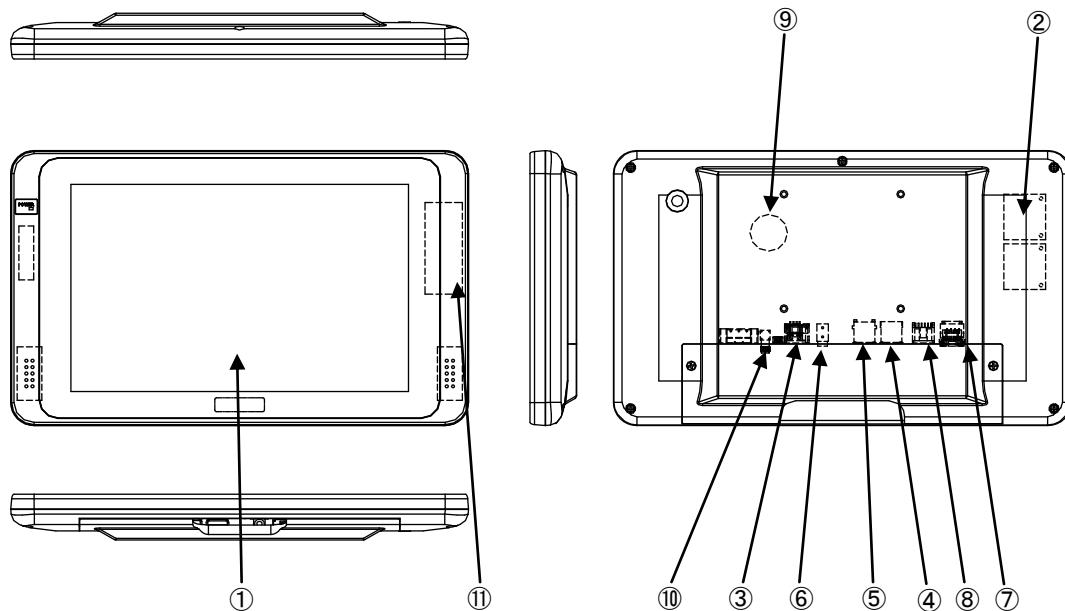

図 3-1-1. 外形図 (AS4-101BN)
AS シリーズの例として、AS4-101Bx の外形図を図 3-1-1 に示します。各部名称を表 3-1-1 に示します。
COM4	SI01 (図 3-1-1 ④) アプリケーションでシリアル通信に使用できます。
ローカルエリア接続	LAN1 (図 3-1-1 ⑨): 1000BASE Ethernet
汎用入出力	汎用の入出力です。 入力 6 点、出力 4 点を制御できます。 (図 3-1-1 ⑩)
バックアップバッテリモニタ	BIOS 設定、RTC、外部 RTC に使用されるバックアップバッテリ (図 3-1-1 ⑪) の状態を取得することができます。